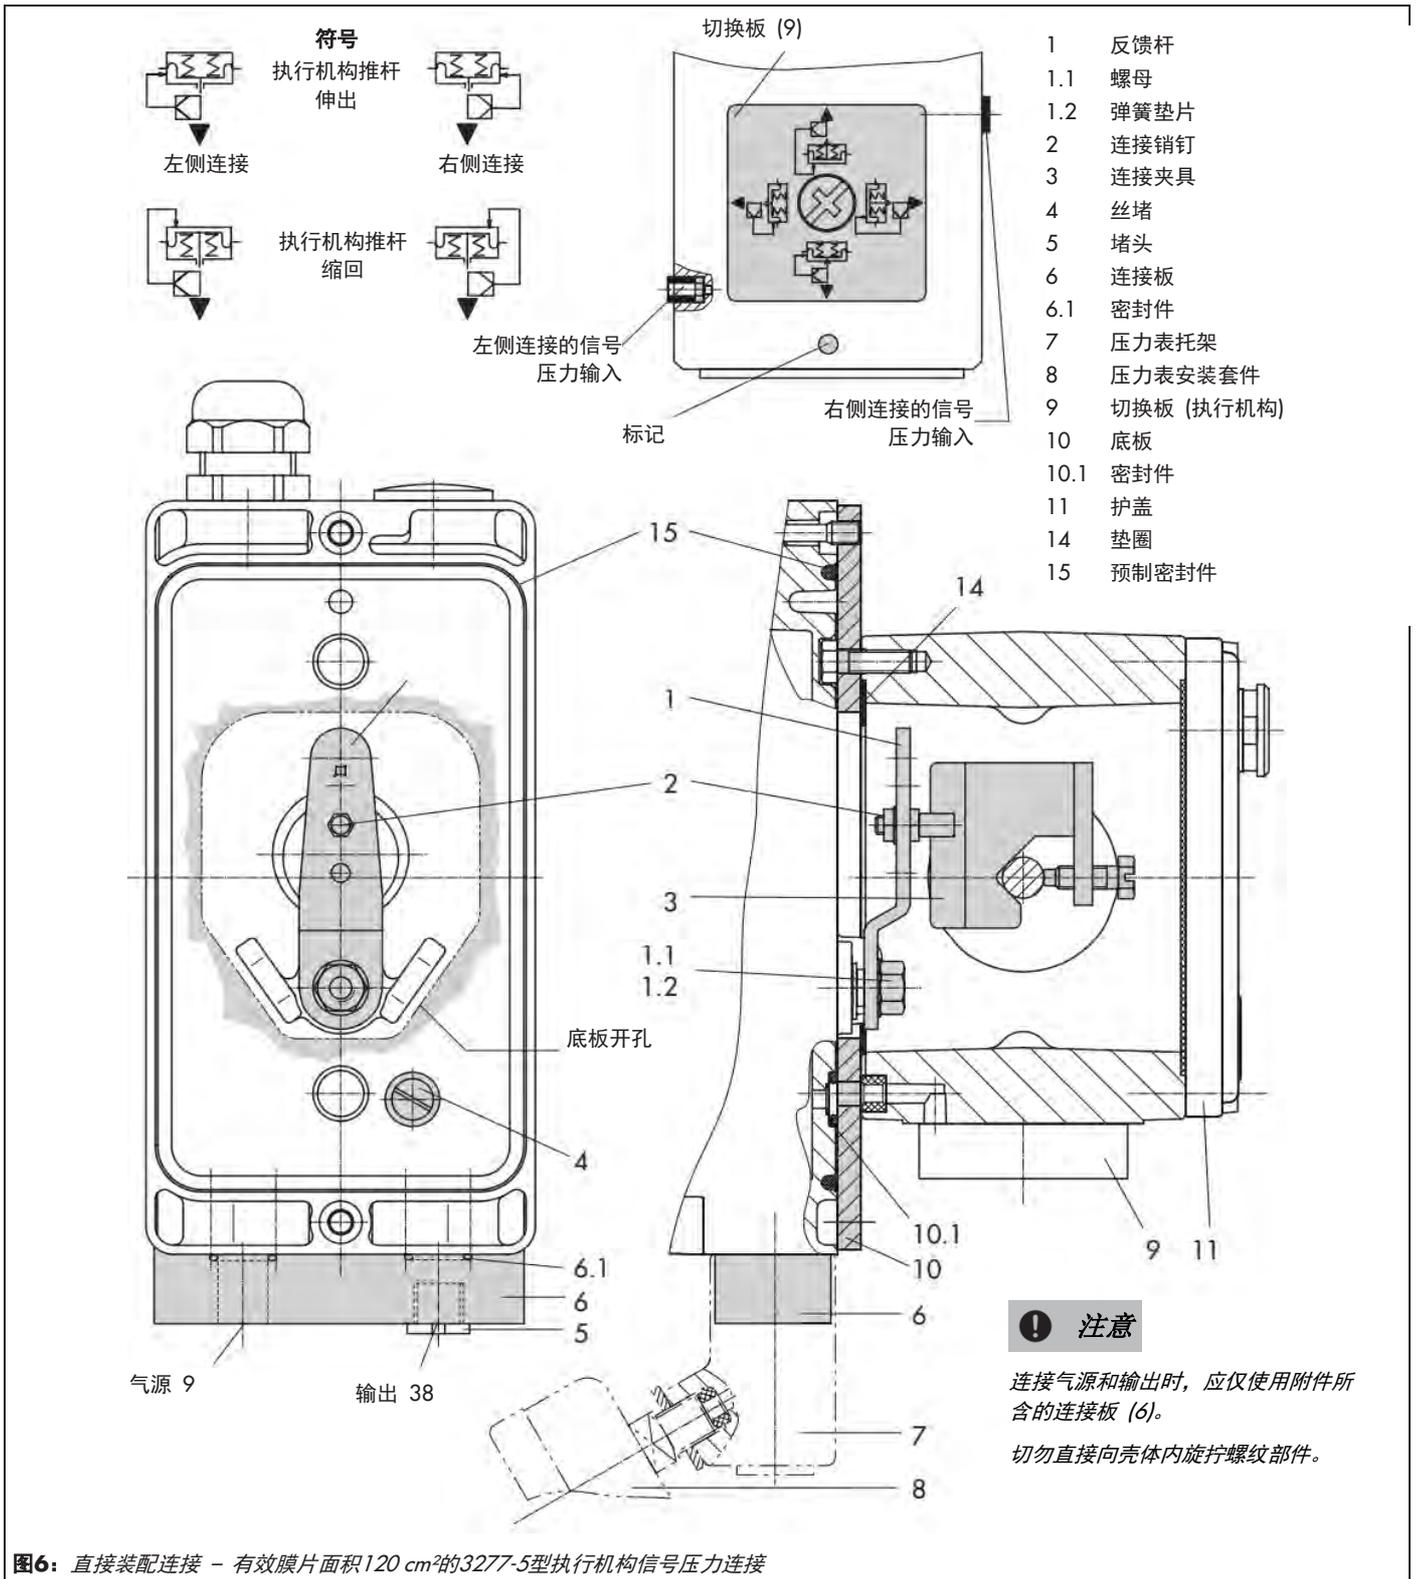

图6: 直接装配连接 - 有效膜片面积120 cm²的3277-5型执行机构信号压力连接
有效膜片面积120 cm²的执行机构 (见图6)
1. 在定位器上安装连接板 (6) 或带压力表的压力表托架 (7)，确保两个密封件 (6.1) 正确就位。
2. 拆下定位器背部的丝堵 (4)，并用附件中的堵头 (5) 密封连接板 (6) 或压力表托架 (7) 上的信号压力输出 (38)。
3. 将连接夹具 (3) 放置在执行机构推杆上，对齐并拧紧，使安装螺钉滑入执行机构推杆的插槽中。
4. 安装底板 (10)，使开口的窄侧 (左侧图 6) 指向信号压力连接方向。